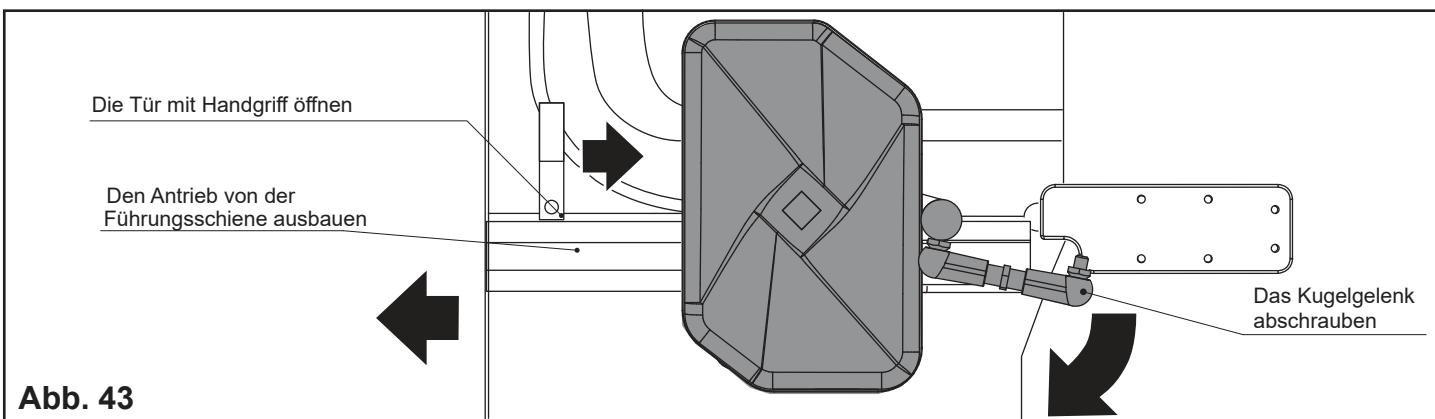

Abb. 43
3. Das Kugelgelenk abschrauben (Abb. 43).
4. Den Antrieb von der Führungsschiene ausbauen (Abb. 43).